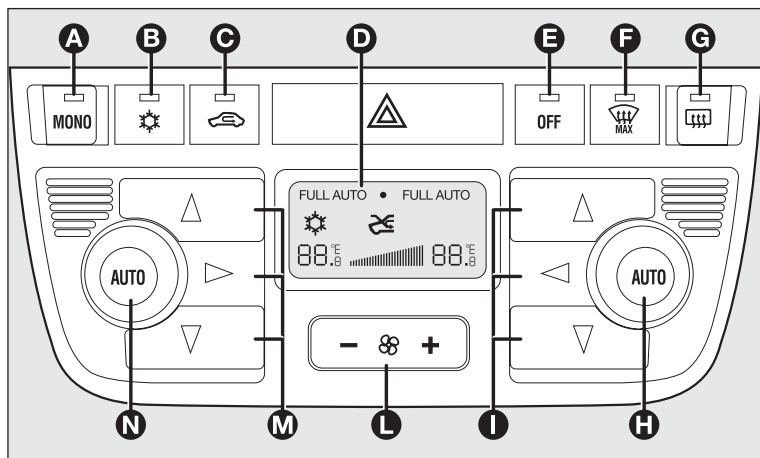

fig. 62
MANDOS fig. 62
Presionando el pulsador **MONO** se alinea automáticamente la temperatura y la distribución del aire de la zona pasajero delantero a las del lado conductor; por lo tanto se puede ajustar la misma temperatura entre las dos zonas girando el selector del lado conductor. Esta función facilita el ajuste de la temperatura del habitáculo entero en presencia del conductor a solas. Para regresar a la gestión separada de las temperaturas y de la distribución del aire en las dos zonas del habitáculo, basta girar los selectores **H** fig. 62 o presionar todavía el pulsador **MONO** A fig. 62 cuando el led sobre el pulsador está encendido.
- ☐ activación forzada (recirculación del aire siempre activada), señalada por el encendido del led del pulsador **C** fig. 62 y por el símbolo  en la pantalla;